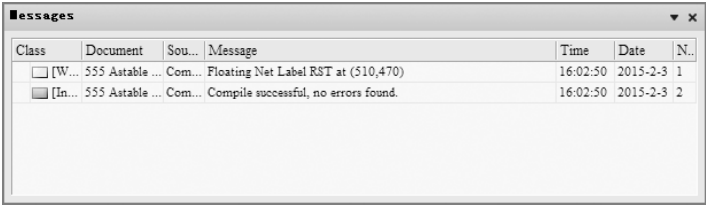

图 4-12 “Messages” 面板
2) 编译完成后，系统弹出“Messages”（信息）面板，如图 4-12 所示。如果原理图绘制正确，将不弹出“Messages”（信息）面板窗口。